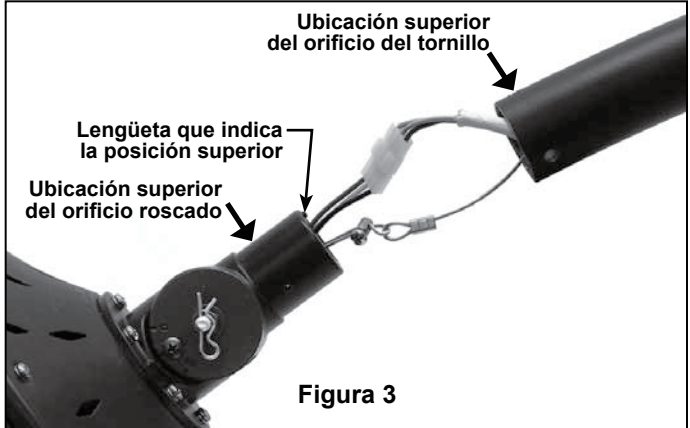

Figura 3
2. Fije firmemente el enchufe del motor al portalámparas en la unidad del tubo del soporte y ensamble el cable de seguridad con la abrazadera como se muestra. (Figura 3)